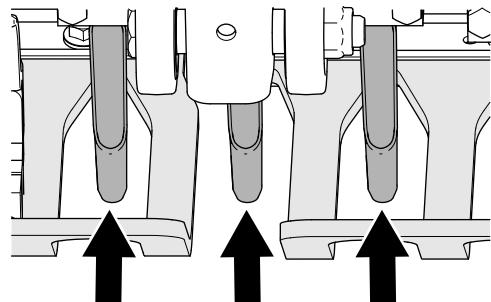

Bild 44
4. Prüfen Sie, ob die Schlitze der Rasenschutzvorrichtungen mittig zu den Tines ausgerichtet sind (Bild 44).